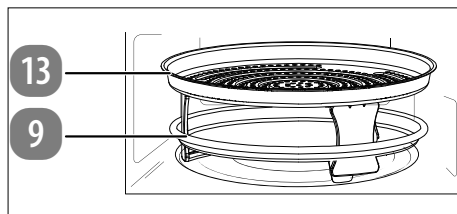

Fig. 7 – Inserimento della teglia da forno/della teglia per la cottura ad aria calda
- ▶ Posizionare la teglia da forno (9) nell'incavo sul fondo del vano di cottura.
- ▶ Quando si utilizza la modalità ad aria calda, sopra la teglia da forno (9) posizionare la teglia per la cottura ad aria calda (13) (vedere Fig. 7).